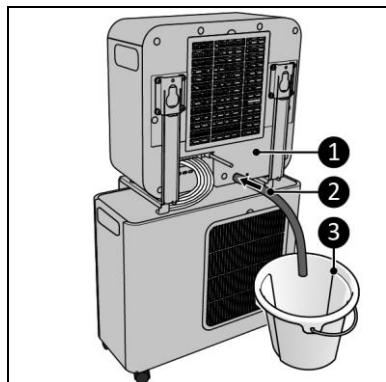

Abbildung 14
7. Schließen Sie den Kondenswasser-Ablaufschlauch (Abbildung 14, Pos. 2) an der Rückseite des Innengeräts (Abbildung 14, Pos. 1) an.
8. Führen Sie den Kondenswasser-Ablaufschlauch (Abbildung 14, Pos. 2) in einen Eimer (Abbildung 14, Pos. 3).
2. Der Kondenswasser-Ablaufschlauch (Abbildung 14, Pos. 2) muss an der Rückseite des Innengeräts angeschlossen und in einen Eimer (Abbildung 14, Pos. 3) geleitet werden.